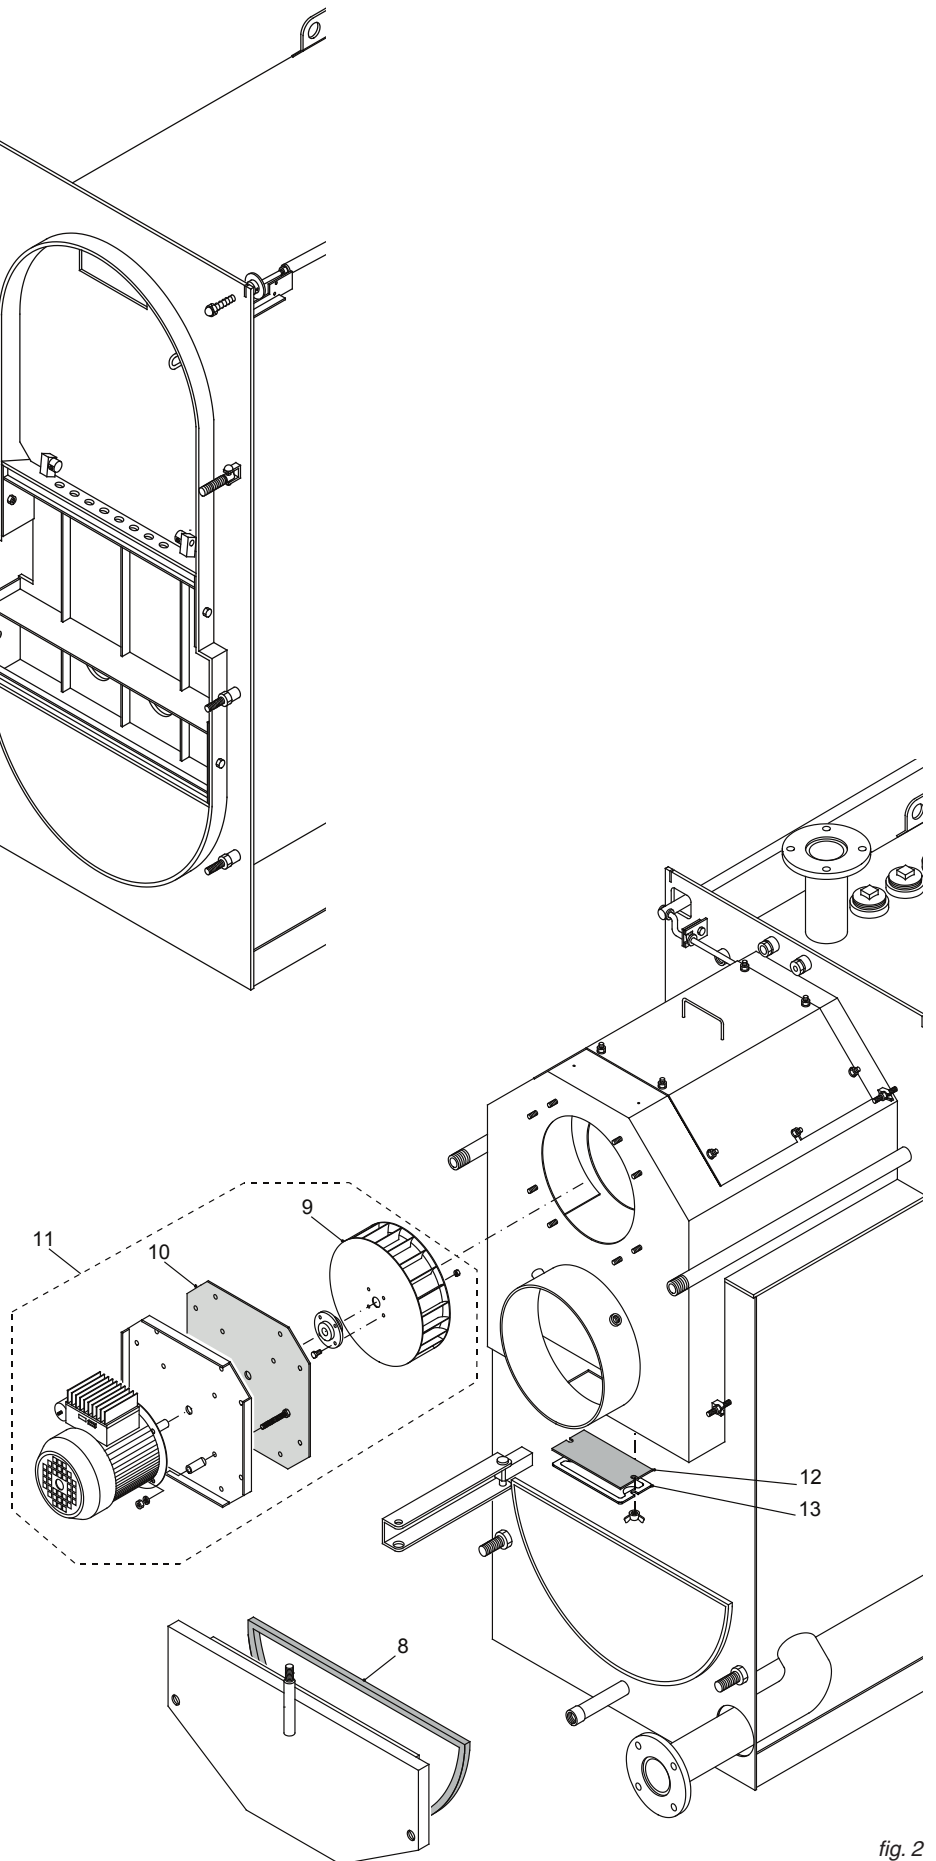

fig. 2
- Pulire con lo scovolo in dotazione i passaggi a sezione rettangolare del magazzino legna ed aspirare le ceneri. Ripetere l'operazione aprendo la porta posteriore della caldaia situata in corrispondenza della camera di combustione inferiore (vedi fig. 2, pag. 15).